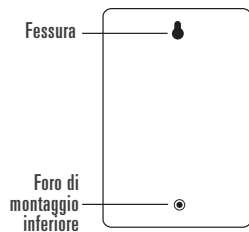

Figura A3: Parte posteriore del timer
- Far scivolare il foro con asole, sul retro del timer, sopra la vite. [Vedere la Figura A3]